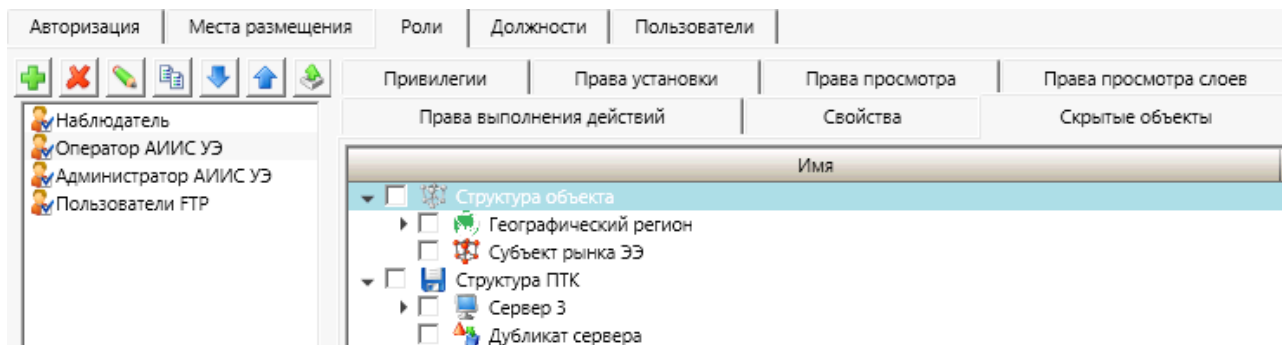

Рисунок 17 – Подраздел **Скрытые объекты**
3.3.3.7 Подраздел **Скрытые объекты** (рисунок 17) содержит настройки перечня узлов «дерева» проекта, скрываемых для просмотра и редактирования для пользователей роли.